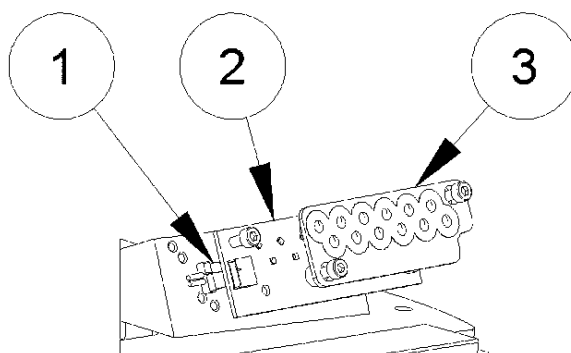

Figure 22 – Remplacement du module LED
- débrancher le câble d'alimentation du module LED (Figure 22 - n°1)
- enlever le module LED (Figure 22 - n°2) et son système de lentilles (Figure 22 - n°3) du support
- rebrancher le câble d'alimentation au module LED (Figure 22 - n°1)